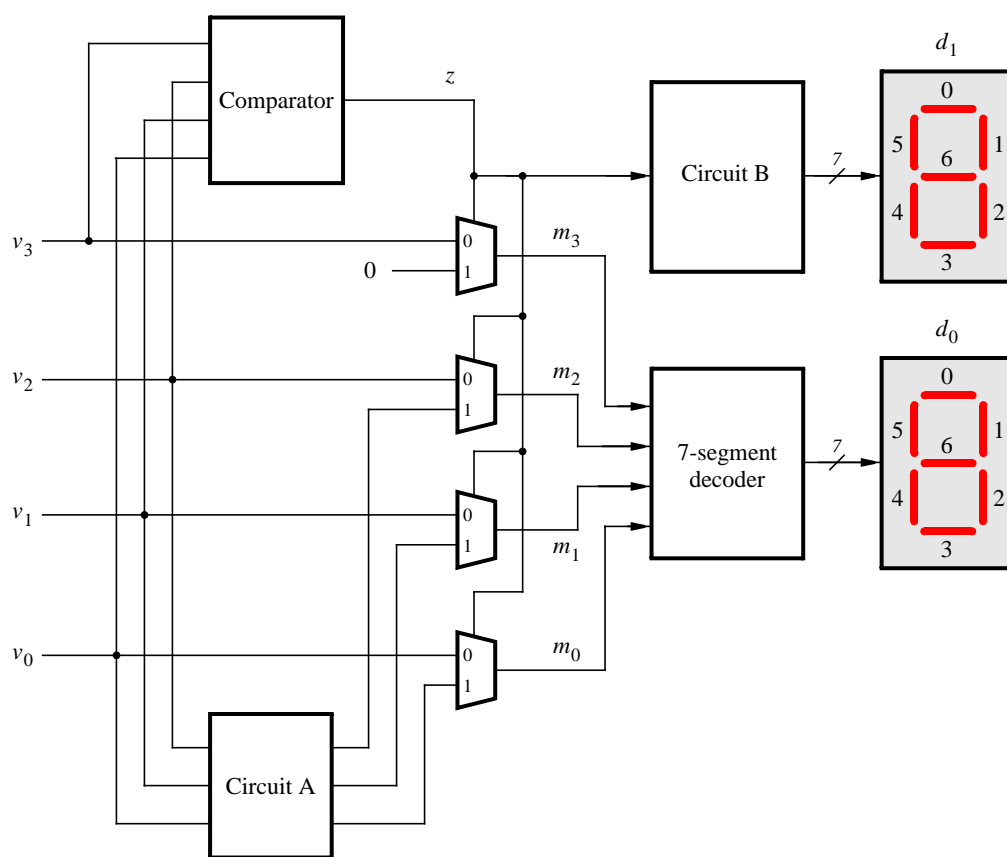

Figure 1. Partial design of the binary-to-decimal conversion circuit.
您将设计一个电路, 将四位二进制数 $V = v_3v_2v_1v_0$ 转换为两位十进制数 $D = d_1d_0$ 。表1显示了所需的输出值。该电路的部分设计如图1所示。它包括一个比较器, 用于检查V的值何时大于9, 并使用该比较器的输出来控制7段显示器。您将通过创建VHDL实体来完成该电路的设计, 该实体包括比较器, 多路复用器和电路A (此时不包括电路B或7段解码器)。您的VHDL实体应具有四位输入V, 四位输出M和输出z。本练习的目的是使用简单的VHDL赋值语句, 使用布尔表达式指定所需的逻辑函数。您的VHDL代码不应包含任何IF-ELSE, CASE或类似语句。
3. 增加您的VHDL代码以包括图1中的电路B以及7段解码器。更改代码的输入和输出以使用DE2板上的开关SW₃₋₀表示二进制数V，并显示HEX1和HEX0以显示十进制数字d₁和d₀的值。确保在项目中包含DE2板所需的引脚分配。